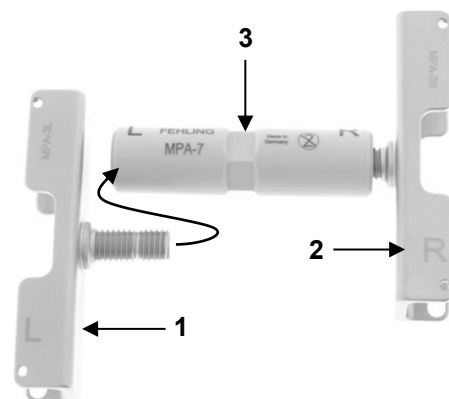

Fig. 13: Separador esternal CALAFIORE con una hoja esternal montada en un lado
Enrosque hasta el tope una hoja esternal con rosca a izquierda (1) y una con rosca a derecha (2) en la tuerca de PEEK (3) (fig. 13, flecha curva). Alinee el sistema de tal manera que se obtenga una disposición simétrica.